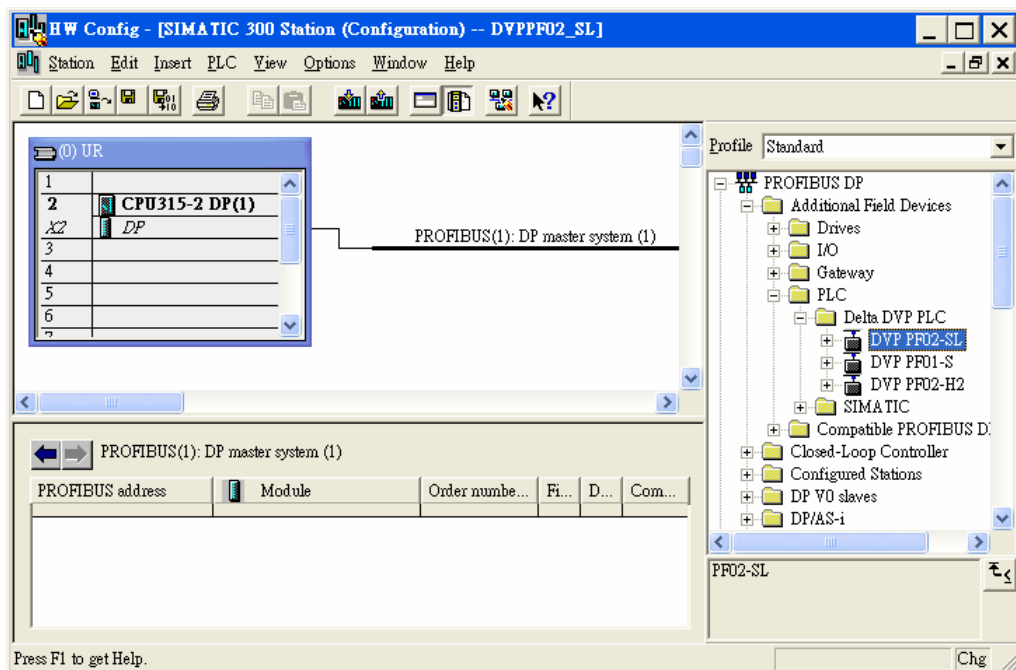

图 10-19
3. 当加入 DVPPF02-SL 的 GSD 文件后，可在图 10-19 所示窗口的右栏找到 DVPPF02-SL 的模块名称。如图 10-19 所示，DVPPF02-SL 即为新增加的模块。